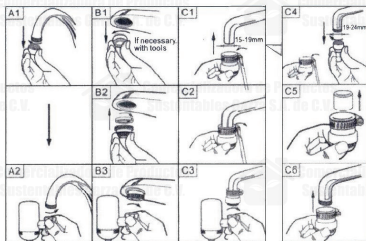

Fig. 2
A.- Tapa con rosca externa (fig. 2: A1 – A2)
B-Llave con rosca interna (fig. 2:B1-B3)
B-Tap with internal thread(Figs. 2:B1 –B3
C- Llave sin rosca o usted no tiene una llave estándar (fig 2 C1- C3) use los adaptadores universales.
C- Tap without thread or you don't have a standard top (Figs. 2: C1-C3) If you tap has no threads, or you don't have a standard tap. Use the additional universal adaptor.
Determine que tipo de adaptador necesita de acuerdo al diámetro de su llave puede tomar entre 15-19 mm, o entre 19-24 mm. (fig. 2 C1-C4)